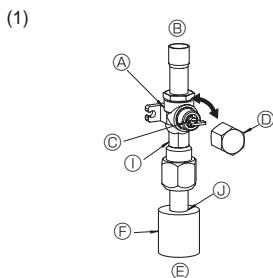
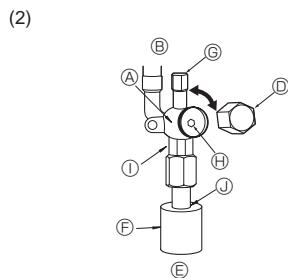

Fig. 4-6
Fig. 4-7
(1) Gasside på RP100-250 (Fig. 4-6)
- ① Afmonter hætten, træk håndtaget hen imod Dem og drej en 1/4 omgang mod uret for at åbne.
- ② Kontroller, at stopventilen er helt åben, skub håndtaget ind og drej hætten tilbage til den oprindelige position.
(2) Væskeside på RP100-250 samt gas-/væskeside på RP35-71 (Fig. 4-7)
- ① Fjern dækslet, og drej ventilspindlen mod uret så langt som muligt vha. en 4 mm sekskantet skruenøgle. Stop med at dreje, når den når stopperen (ø9,52: ca. 10 omgang).